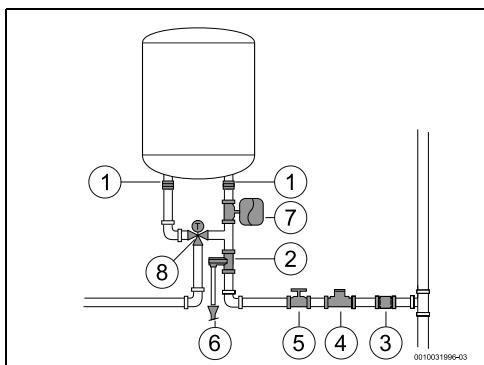

Рис. 11
- ▶ Закройте запорный вентиль воды (→ рис. 11, [5]).
- ▶ установите редукционный клапан (рис. 11, [4]). Предохранительный клапан всегда активируется, как только давление воды в баке превышает 8 бар ( $\pm 01$  бара) и требуется отвести выпускаемую воду.
- ▶ установите расширительный бак (рис. 11, [7]) во избежание частого открытия предохранительного клапана. Объем расширительного бака должен быть равным 5% объема оборудования.